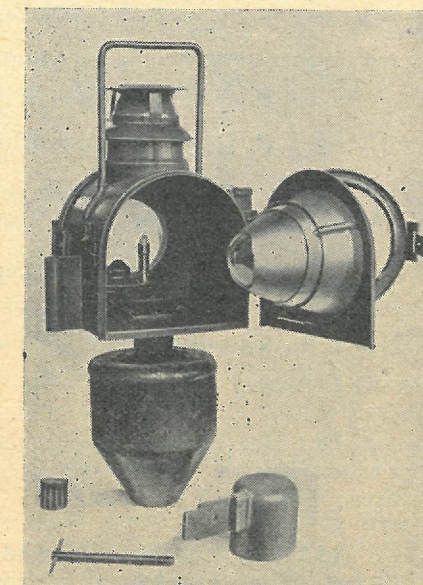

Abb. 2
- b) Propan-Signallaterne mit neuer Brennereinrichtung (Abb. 2),